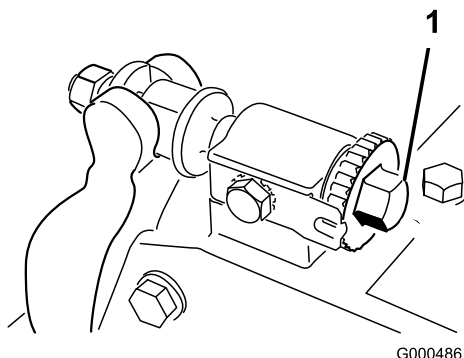
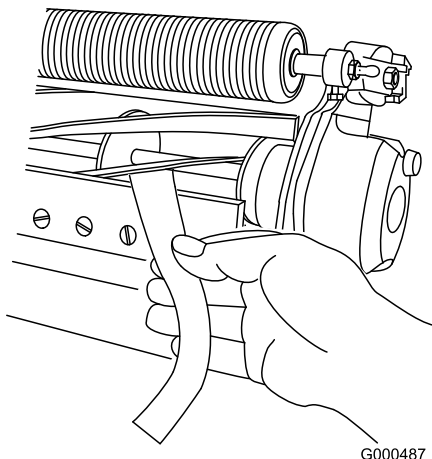

Bild 51
Bild 52
2. Stellen Sie sicher, dass die Spindel das Untermesser nicht berührt. Drehen Sie die Einstellschrauben des Untermesserträgers nach links (Bild 51).
4. Führen Sie an einer Seite der Spindel einen langen Streifen Papier zwischen der Spindel und dem Untermesser ein (Bild 52). Drehen Sie die Einstellschraube des Untermesserträgers, während Sie die Spindel langsam vorwärts drehen, nach rechts (am selben Ende der Spindel) (Bild 51), jeweils um einen Klick, bis das Papier fest gehalten wird, wenn Sie es von vorne parallel zum Untermesser einführen. Wenn das Papier gezogen wird, sollten Sie einen leichten Widerstand spüren.
6. Vergewissern Sie sich nach dieser Einstellung, dass die Spindel Papier einklemmen kann, das von vorne eingeführt wird, und Papier schneiden kann, das senkrecht zum Untermesser eingeführt wird (Bild 52). Papier müsste sich mit minimalem Kontakt zwischen Untermesser und Spindelmessern schneiden lassen. Wenn der Spindelwiderstand zu hoch ist, müssen Sie das Mähwerk läppen oder fräsen, um die für genaues Schneiden erforderlichen scharfen Kanten zu erhalten (weitere Informationen finden Sie in der Toro Bedienungsanleitung für das Schärfen der Spindeln).